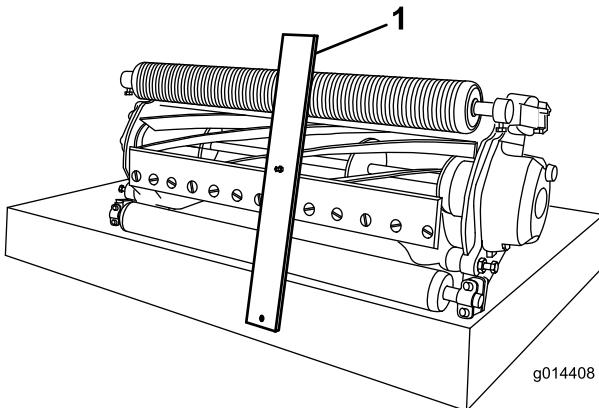

Bild 10
3. Haken Sie den Schraubenkopf an die Schnittkante des Untermessers ein, und stützen Sie das hintere Ende der Messlehre auf dem Heck der Rolle ab (Bild 10).